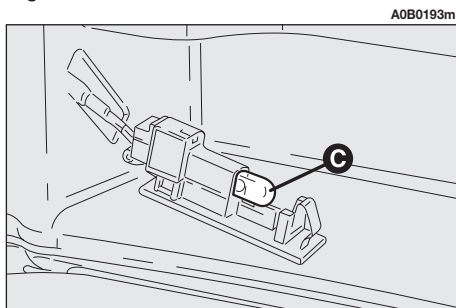

fig. 62
– Remplacer l'ampoule (**C-fig. 62**) montée par pression.